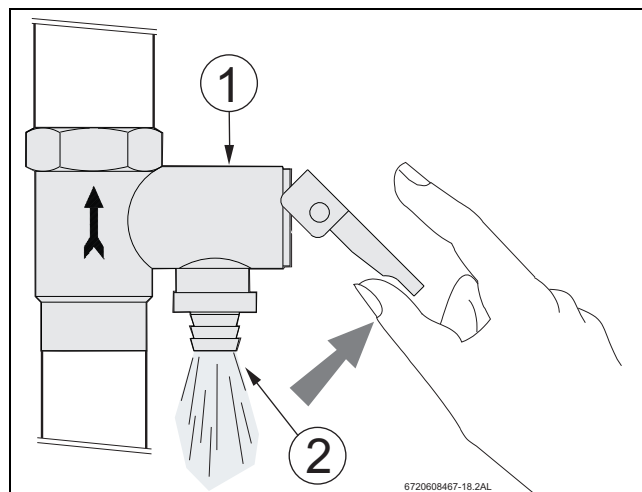

Fig. 14 Purga del termo eléctrico
- Accione la válvula de sobrepresión (véase Fig. 14).
- ▶ Abrir manualmente la manilla de la válvula de seguridad mensualmente (véase Fig. 14).
- Abrir un grifo de agua caliente y actuar la válvula de seguridad, véase Fig. 14.